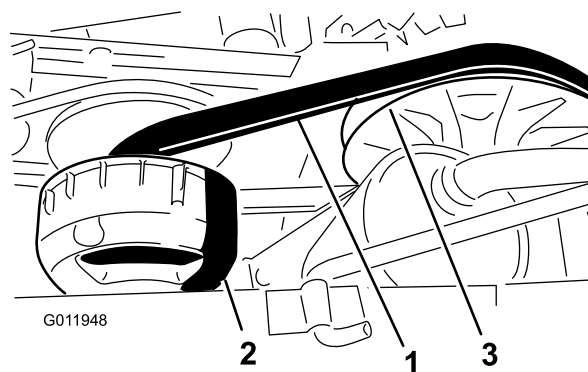

Рисунок 52
3. Проверните и осмотрите ремень (Рисунок 52) для обнаружения признаков чрезмерного износа или повреждений.
3. Поверните и проложите ремень поверх вторичного сцепления (Рисунок 52).
4. Снимите ремень с основного сцепления (Рисунок 52).
5. Проложите новый ремень поверх основного сцепления (Рисунок 52).
6. Поверните и проложите ремень поверх вторичного сцепления (Рисунок 52).